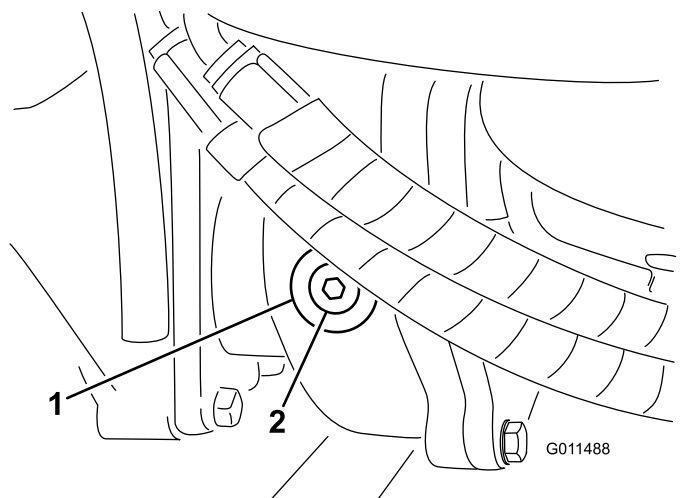

Bild 76
2. Entfernen Sie die Prüf-/Füllschraube an der linken Getriebeseite und stellen sicher, dass das Öl die Unterseite des Lochs erreicht (Bild 76).